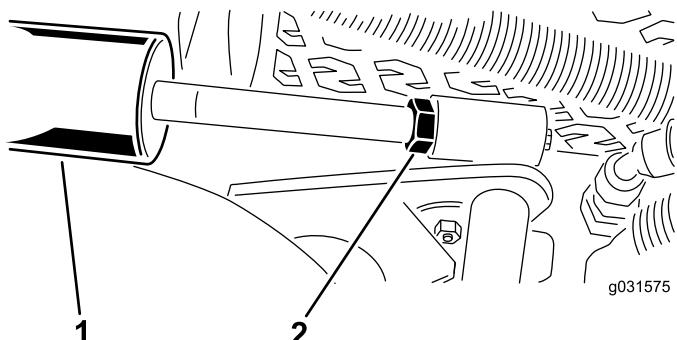

Figura 17
A. Baixe as unidades de corte e solte a porca de bloqueio do cilindro (Figura 17).